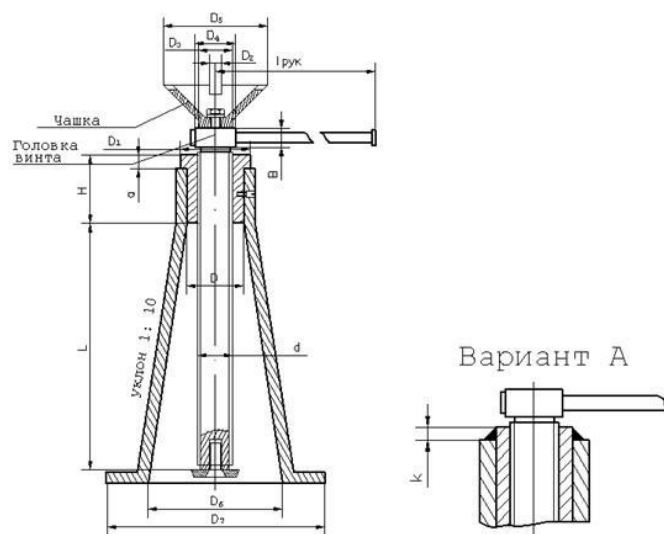

Рисунок 5. Домкрат общего назначения
Рассчитать домкрат общего назначения (рис. 5) грузоподъемностью Q с максимальной высотой подъема груза L .
- определить катет сварного кольцевого шва, поставленного вместо бурта гайки (рис. 5, А);
Данные для расчета приведены на рис. 5 и в таблице 5..